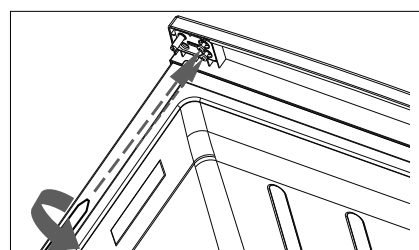

Fig. 8
- ▶ Fastgør øverste hængsel med de to skruer med en stjerneskrue-trækker på venstre side (fig. 8).